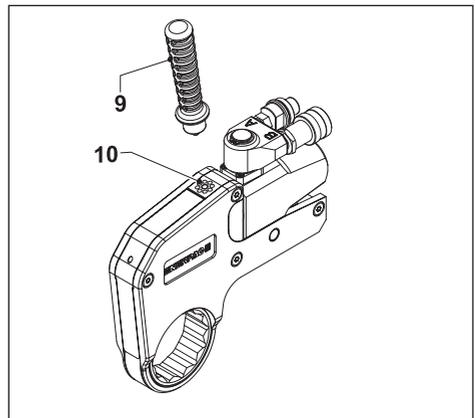

Fig. 3
3.2 Montar la palanca de posicionamiento (Fig. 3)
- Monte la palanca de posicionamiento (9) enroscando completamente el extremo roscado en el orificio roscado (10) en la parte superior de la llave.